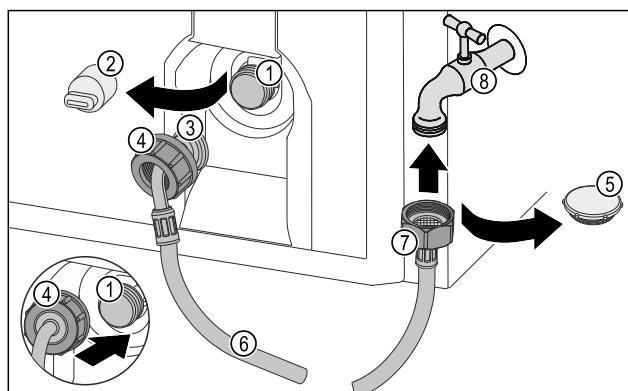

Fig. 55
► Uzavírací víčko Fig. 55 (5) odstraňte.
► Rovný konec hadice Fig. 55 (7) připojte k vodovodnímu kohoutku Fig. 55 (8).
► Utáhněte matici na rovném konci hadice Fig. 55 (7) ve směru hodinových ručiček.